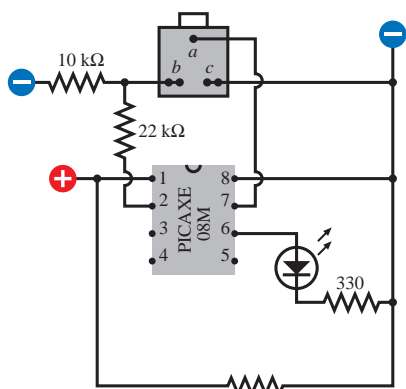
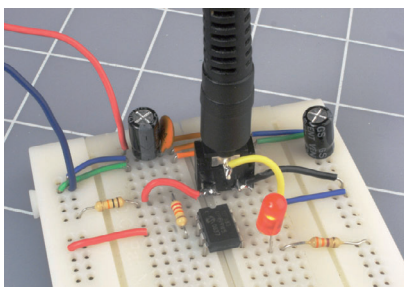
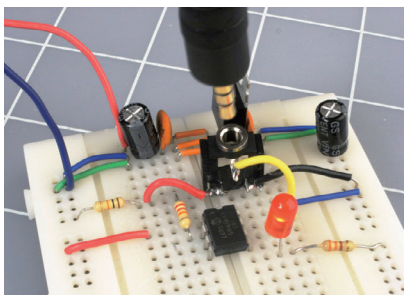

图 5-131 PICAXE 08M 芯片的测试电路原理图。图中的立体声插座是底面朝上的，输入侧的两个必需的电阻器分别为  $10\text{ k}\Omega$  和  $22\text{ k}\Omega$ ，一个 LED 用于对芯片的输出进行显示
图 5-133 测试电路原理图的面板版本，USB 下载电路的插头已经插在面包板上的插座里。现在 PICAXE 芯片已经可以接收下载的程序并可以立即执行之
图 5-134 在程序下载以后，就可以将插头拔掉，程序将连续运行，导致 LED 不停地闪光
请根据图 5-131 的电路原理图来搭建面包板电路。请注意该图中绘出的立体声插座是下侧朝上的，这是因为在面包板上你必须这样来使用立体声插座。如果你试着将立体声插座的引脚插入面包板的孔里，虽然这会配合得很好，但是当你将插头插入插槽中时，由于插头很粗大，会导致插座往外升起而导致其引脚失去连接。我想到的解决办法是在插座的引脚上焊接导线，然后再将导线插到面包板上，如图 5-133 所示。
在图5-131所示的配置中， $22\text{ k}\Omega$ 和 $10\text{ k}\Omega$ 的电阻器是必需的。这些电阻器将给串口连接提供正确的电压，而在单独使用PICAXE时，它们则可以将引脚2上的电压下拉到电源的负端。
(1) 将你的 PICAXE 电缆的 USB 插头插入你以前使用的同一个 USB 口中。
(2) 启动 PICAXE 程序编辑器（如果你使用的是 Max OS 或者 Linux 操作系统的话，请使用 AXEpad）。
(3) 在程序编辑器中，选择 View → Options 菜单以验证程序编辑器使用的是正确的 COM 口，并且选中的是 08M PICAXE 芯片。
(4) 将 USB 电缆自由端的立体声插头插入已经连接在面包板上的立体声插座里。见图 5-133 和图 5-134。
(5) 检查你的连线，然后给面包板加上电源。
(6) 点击程序编辑器窗口上的 Program 按钮，告诉软件去寻找 PICAXE 芯片。